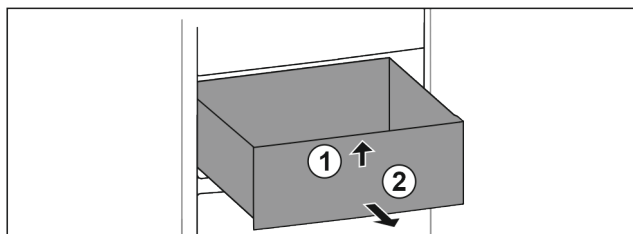

Fig. 59
- ▶ Nadvihnite zásuvku vpredu. Fig. 59 (1)
- ▶ Odoberte zásuvku dopredu. Fig. 59 (2)